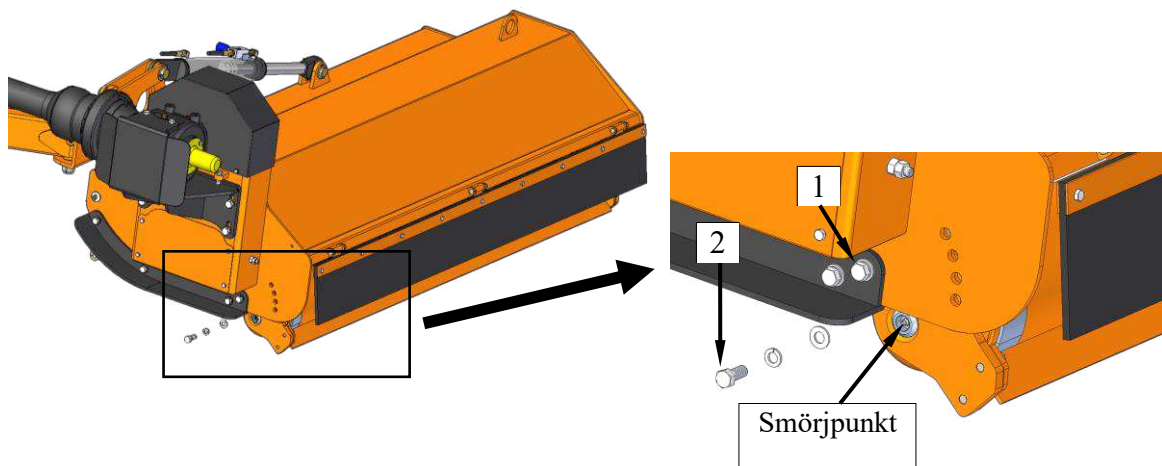

Bild 31. Ställe där rullvalsens ska smörjas (KBRP)
Rullvalesn ska också smörjas (smörjmedel **LT-43**) på båda sidor i den punkt som visas i Bild 31. För att komma åt smörjkoppen, lossa skruven (1) och skruva loss skruven (2) för att sänka rullvalsens.